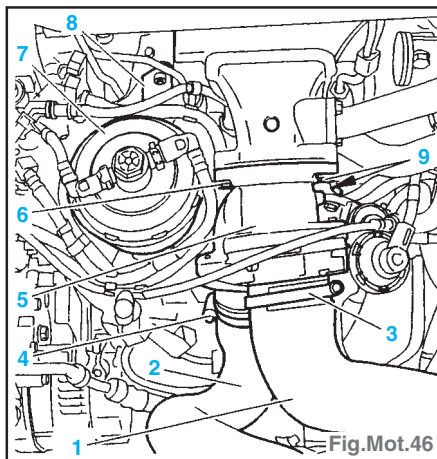

Fig.Mot.46
- Vidanger, écarter le filtre à carburant (7), déposer son support (8) et obturer (Fig.Mot.46).